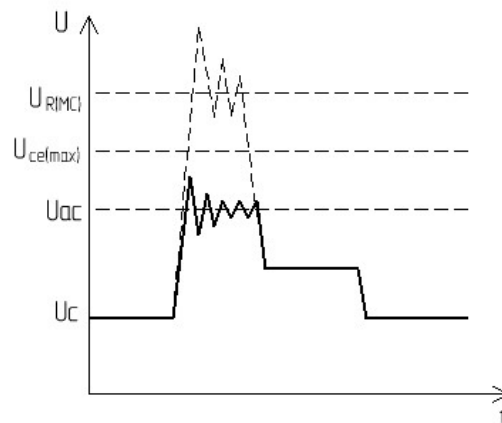

Рисунок 11 – График работы драйвера при срабатывании активной защиты
При установленной перемычке JP1 в случае превышения напряжения на выводе «Коллектор» выше Uас сработает защита от перенапряжения, см. рисунок 11.
**Перемычка JP1.** При наличии перемычки включается активная защита драйвера от выбросов напряжения на коллекторе при коммутации индуктивной нагрузки. Уровень срабатывания активной защиты указан в таблице 2, смотри рисунок 2 и рисунок 11.